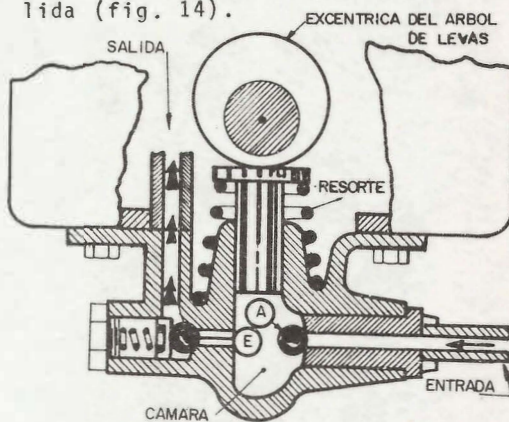

Fig. 14
Al empujar la leva al pistón, éste baja presionando al aceite y lo envía por la válvula (E) hacia la salida (fig. 14).